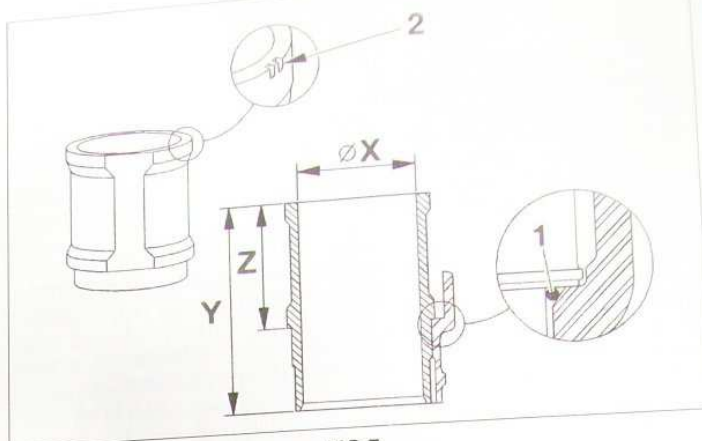

FIG. 7
Chemises en fonte, de type humide, amovibles à la main. L'étanchéité entre les chemises et le carter-cylindres est assurée par des joints toriques (1) (Fig.7).
Il existe 3 classes d'alésage (A, B et C) repérées par des encoches réalisées sur le bord supérieur de la chemise (2) ou par des inscriptions à l'encre (Fig.7).